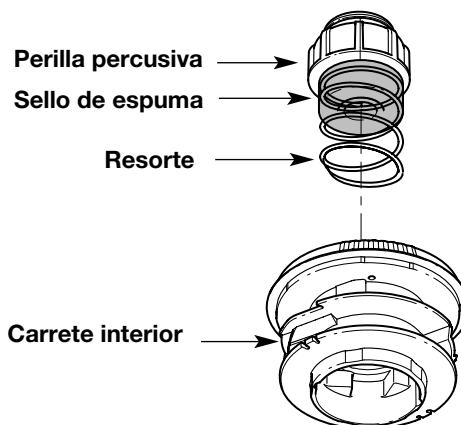

Fig. 14
- Saque la perilla percusiva, el resorte y el sello de espuma girando la perilla percusiva en sentido antihorario (Fig. 14).
7. Coloque la perilla percusiva, el resorte y el sello de espuma en la bobina exterior (Fig. 14).